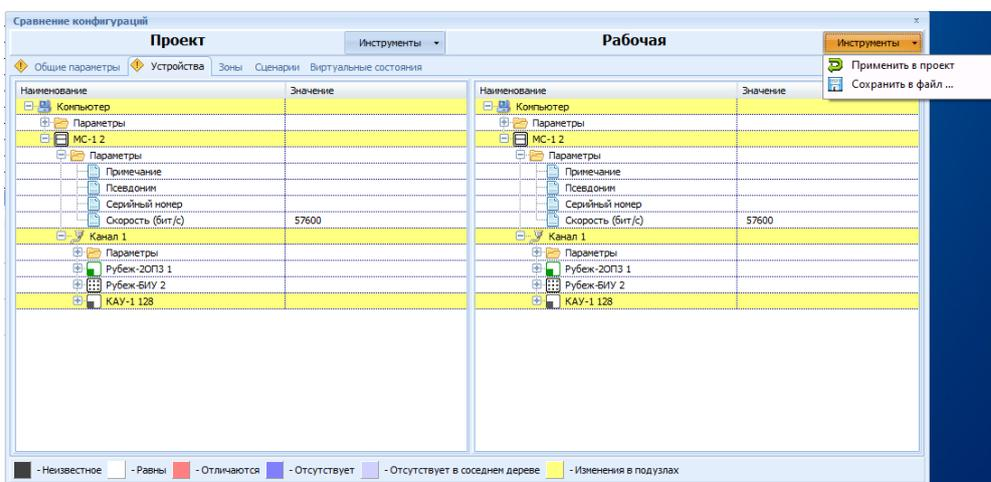

Рисунок 4.9 – Окно «Сравнение конфигураций»
«Сравнить рабочую и проектную конфигурацию» – сравнить текущую проектную конфигурацию и конфигурацию на сервере (рабочую). При этом несовпадения выделяются цветом в соответствии с заданной индикацией (рисунок 4.9). С помощью кнопки «Инструменты» можно передать рабочую конфигурацию в проект (16).